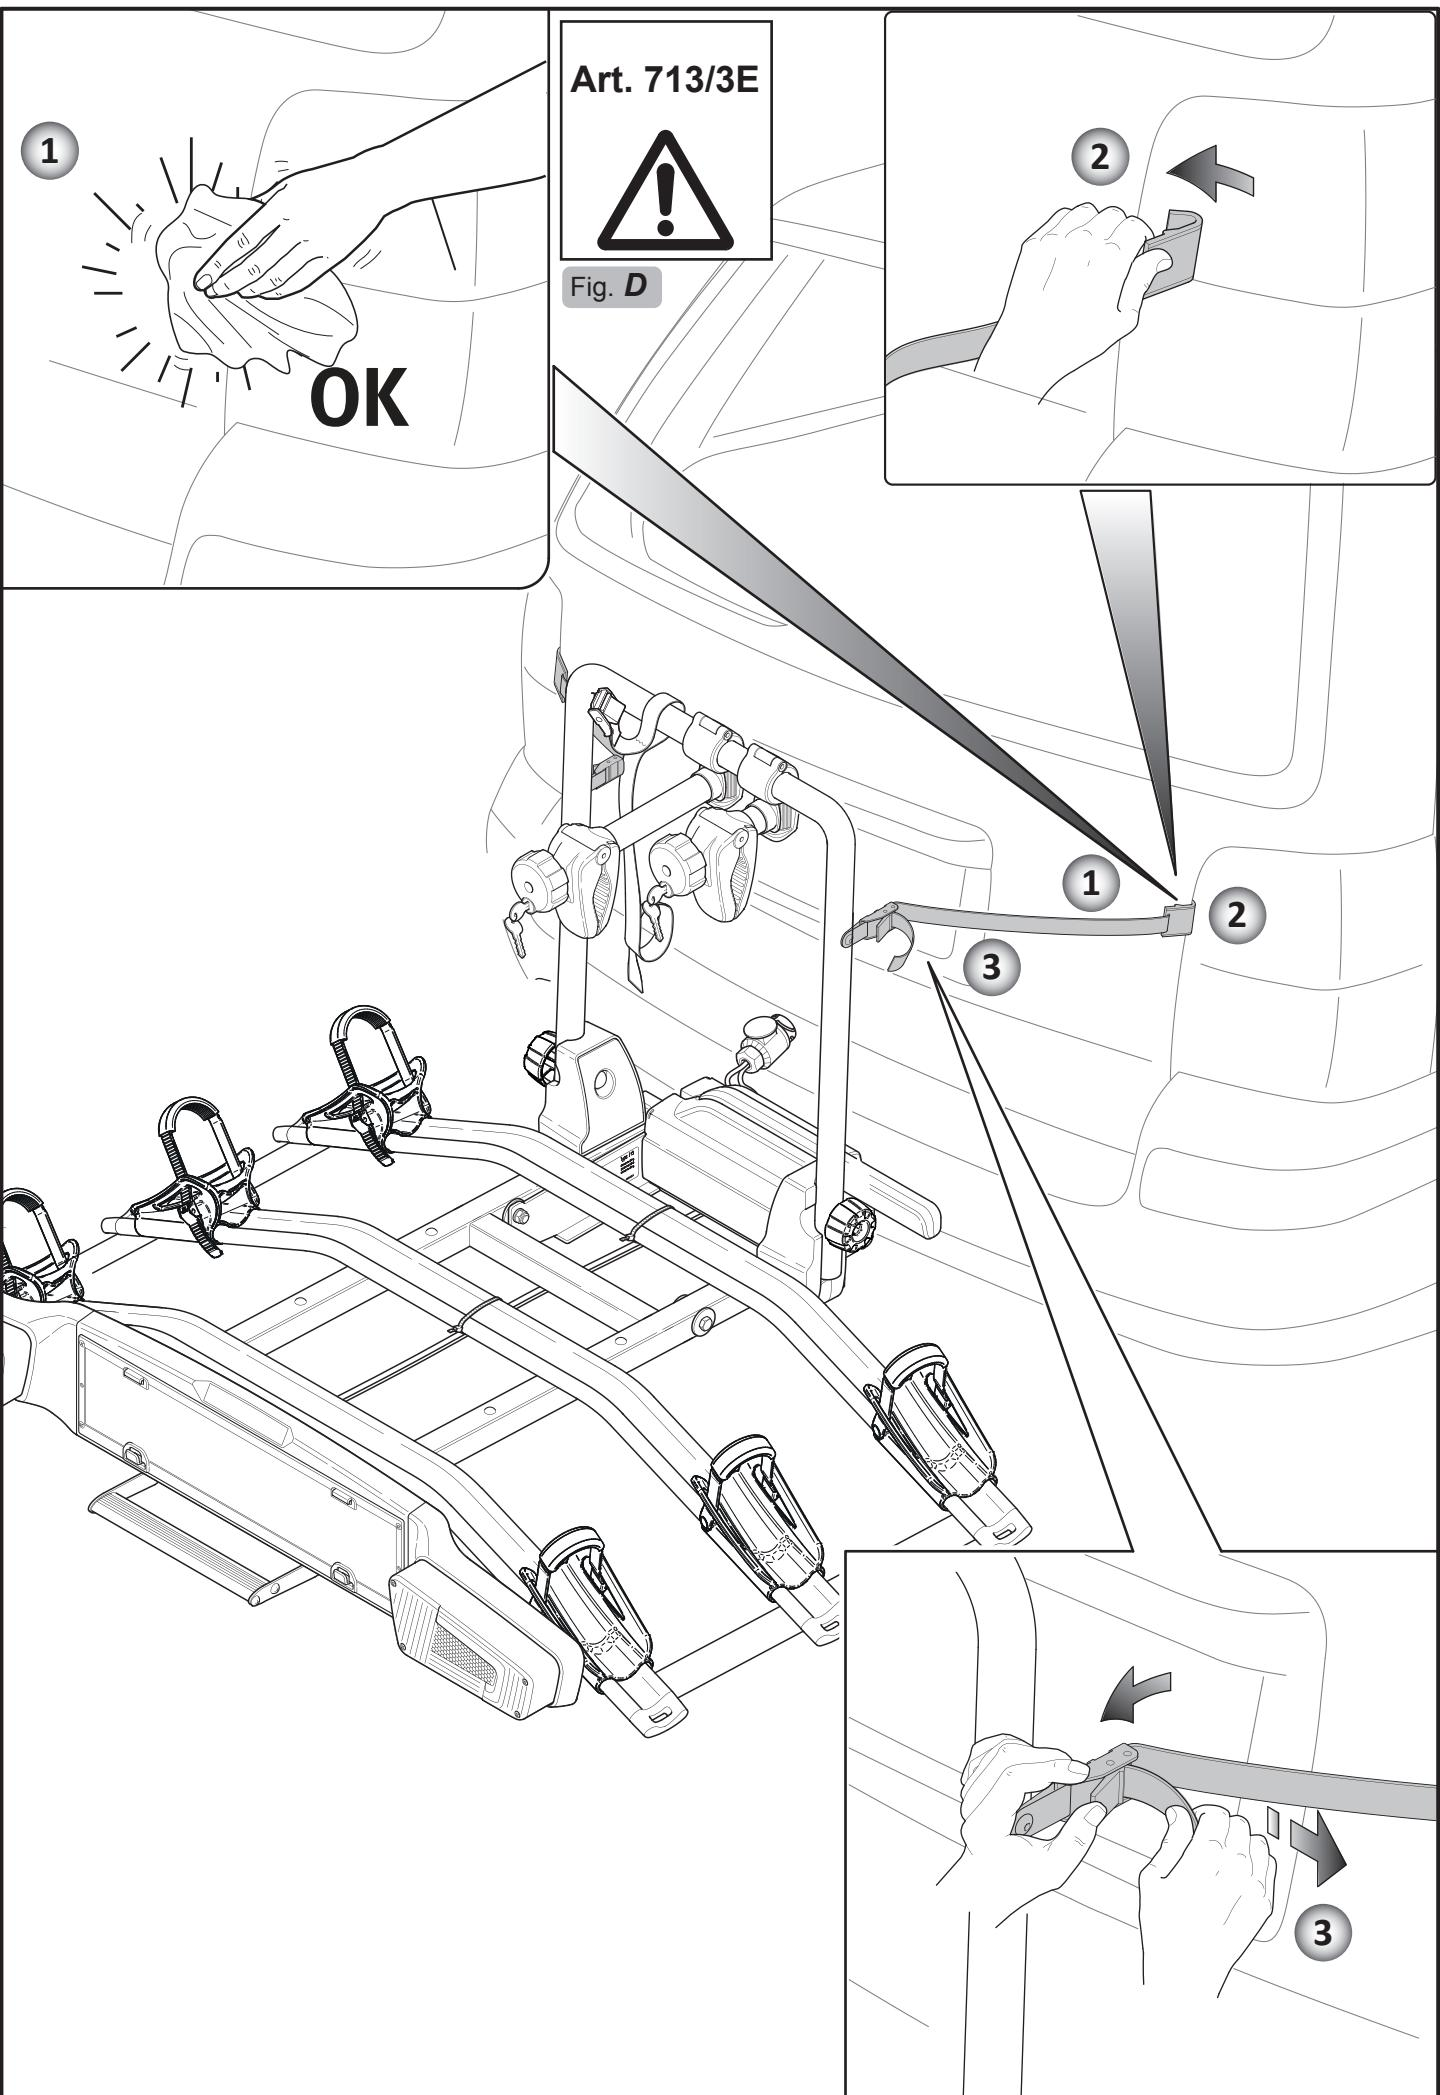

Fig. E2
**IMPORTANT:** For safe transportation of the load the bike carrier is supplied trap for tying es to the fixing arch . Check that the belt is mounted correctly by pulling on it (**4 Fig. E2**).
**WICHTIG:** Für den sicheren Transport der Last ist der Fahrradträger mit einem Riemen ausgestattet, mit dem alle Fahrräder am Befestigungsbügel festgezurrt werden müssen. Vergewissern Sie sich durch ausreichendes Spannen des Riemens, dass dieser korrekt montiert ist (**4 Abb. E2**).
**IMPORTANT:** Pour transporter la charge en toute sécurité le porte-vélo est doté d'une sangle qui permet de fixer tous les vélos au montant de fixation. Assurez-vous, en tendant suffisamment la sangle, qu'elle est montée correctement (**4 Fig. E2**).
**IMPORTANTE:** Per trasportare in sicurezza il carico il portabici è fornito di una cinghia che deve legare tutte le bici all'arco di fissaggio. Assicurarsi, tendendo sufficientemente la cinghia, che essa sia montata correttamente (**4 Fig. E2**).